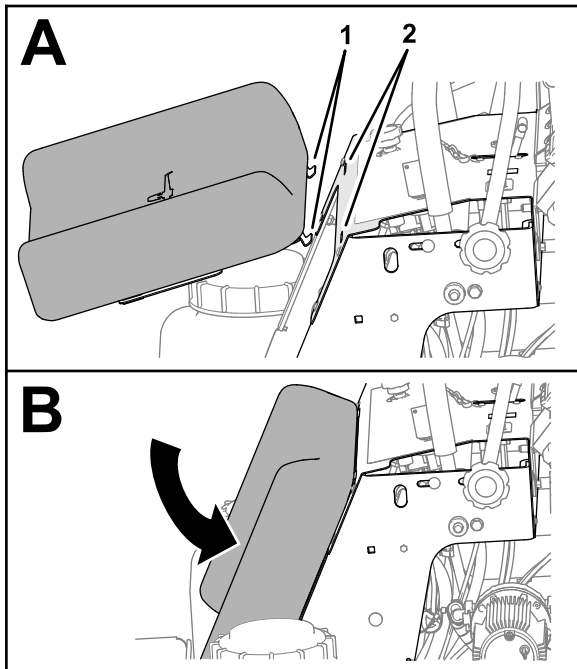

Figura 60
1. Introduzca las pestañas del apoyo de las rodillas en las ranuras de la consola de control (Figura 60).
2. Gire hacia abajo el apoyo de las rodillas (Figura 60).